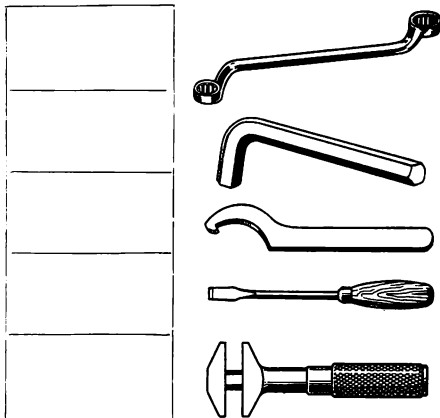

Bild 7
- Benenne die in Bild 7 gezeigten Werkzeuge!